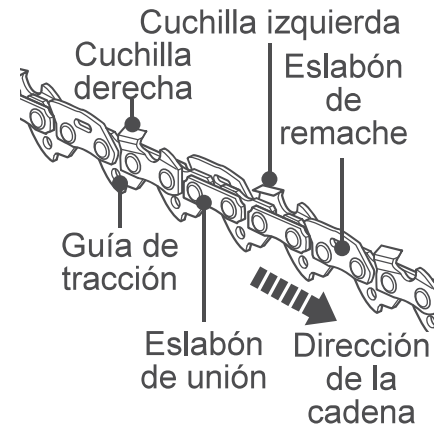

Fig. 49
**NOTA:** No sierre nunca con una cadena roma. Sabrá que la cadena (10) está roma si tiene que presionar el producto en el árbol y las virutas son muy pequeñas.
1. Lleve la cadena (10) a un centro de servicio autorizado para que este realice un afilado profesional o hágalo usted mismo con un kit de afilado adecuado. Observe también las instrucciones de afilado suministradas con el kit de afilado.
**ADVERTENCIA:** Afile la cadena (10) únicamente si está formado para ello y tiene experiencia. Utilice las herramientas adecuadas para afilar la cadena.
2. La diferencia de altura entre el diente y el surco es la profundidad de corte. Al afilar la cadena (10), debe tener en cuenta los siguientes factores (Fig. 49).